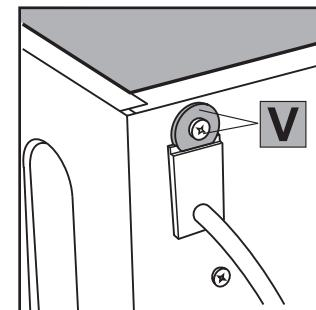

Fig. 15
4. Extraiga el tornillo y la arandela V [fig. 15], que sirven de sujeción al pasacable.